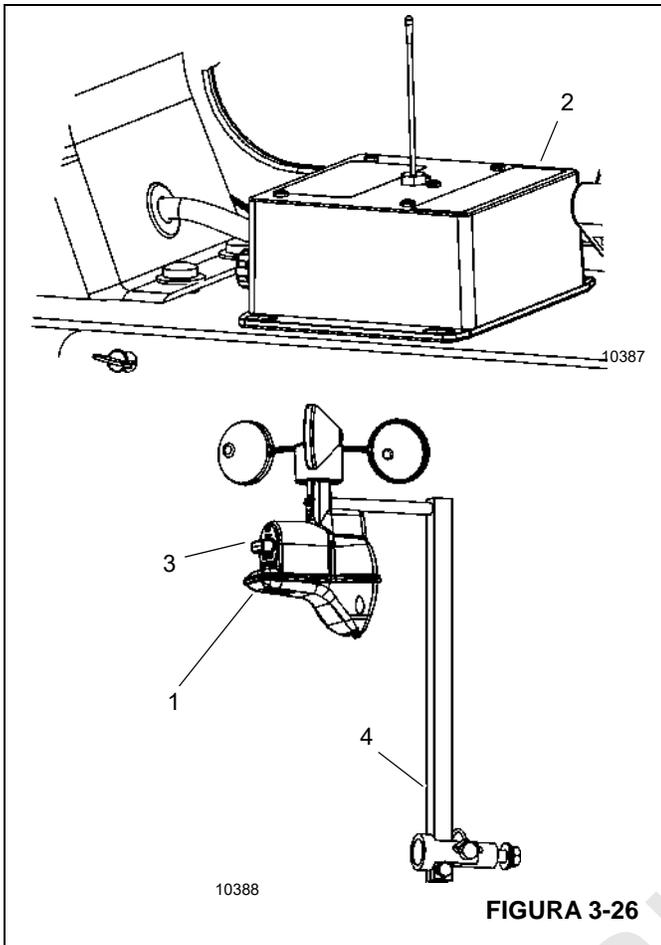

FIGURA 3-26
Os guindastes possuem um indicador de velocidade do vento opcional para medir a velocidade do vento na extremidade da lança. O indicador de velocidade do vento apresenta um conjunto do anemômetro com rádio e um roteador de gateway sem fio. O anemômetro (1, Figura 3-26), que capta os dados da velocidade do vento na extremidade da lança ou do jib, é alimentado por bateria e se comunica sem fio com o roteador do gateway (2) localizado na cabine do guindaste. O roteador do gateway recebe dados do anemô-
2. Remover a tampa da bateria (Figura 3-26) e a bateria antiga do anemômetro.